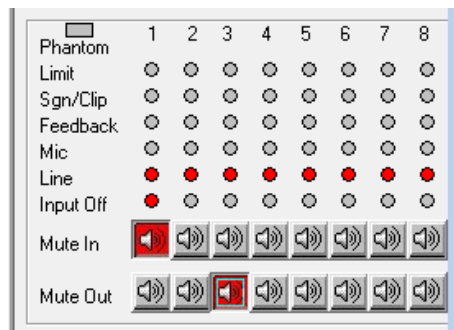

Abb. 31 Statusanzeigen und Stummschaltung
Unabhängig von der gewählten Ansicht befinden sich auf der rechten Seite des Fensters Anzeigen und Bedienelemente. Entsprechend den Status-LEDs (4) am Gerät (Kapitel 5.4), werden hier (Abb. 31) ebenfalls die Zustände und Einstellungen der Kanäle angezeigt.
Über die Schaltflächen „Mute In“ lassen sich die Eingänge, über „Mute Out“ die Ausgänge stummschalten (Abb. 31). Zum Stummschalten oder zur Aufhebung der Stummschaltung